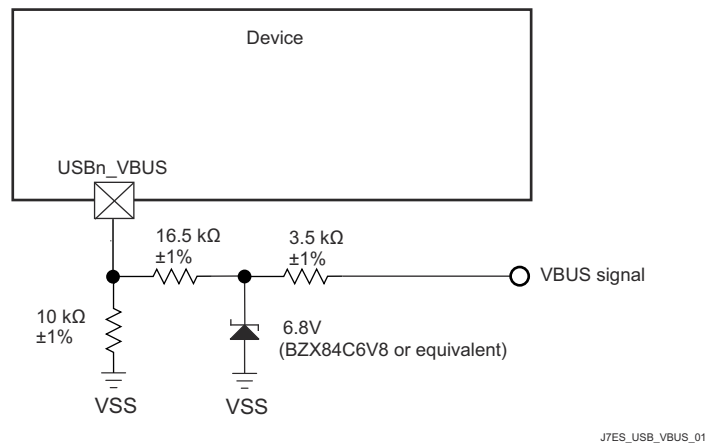

図 10-4. USB VBUS 検出分圧器 / クランプ回路
このデバイスでは、外付けの分圧抵抗を使用して VBUS 信号電圧を下げる必要があります (図 10-4 を参照)。これにより、実際のデバイス ピン (USB0_VBUS) に印加される電圧が制限されます。これらの外部抵抗の許容誤差は 1% 以下、ツェナー ダイオードの 5V でのリーク電流は 100nA 未満とする必要があります。(1)
デバイスの電源がオフのときに VBUS が印加された場合、図 10-4 に示す外部回路によって実際のデバイスピンへの入力電流が制限されるため、USB0_VBUS ピンはフェイルセーフであると考えられます。